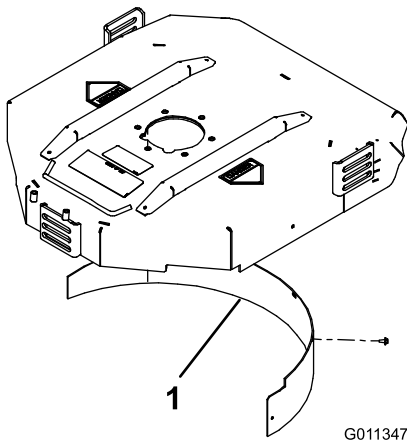

Figura 9
2. Instale o abafador de mulch na abertura traseira e fixe-o com 5 parafusos com cabeça flangeada (Figura 9).